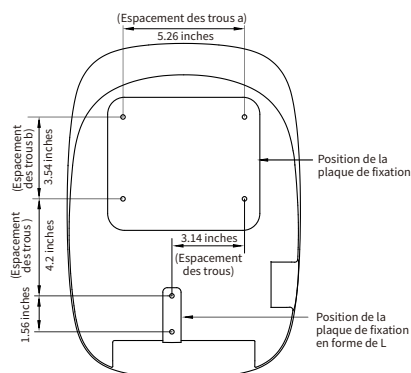

Figure A-1 (Coffrage pour trou mural)
5.1.1 La distance entre les centres des perçages sur le mur est indiquée dans le schéma. Le gabarit de perçage mural doit être placé à une hauteur appropriée (la surface supérieure du gabarit doit se trouver à au moins 0,6-1,2 mètre au-dessus du sol). Le gabarit doit être bien appliqué contre le mur, et des trous de  $\varnothing 7$  mm de diamètre doivent être percés dans le mur aux 6 emplacements indiqués sur le gabarit à l'aide d'une perceuse à percussion, comme illustré dans la Figure A-1 (coffrage pour trou mural). Il est nécessaire d'arrêter le chargement et de cliquer sur le bouton de fermeture pendant le processus de chargement.